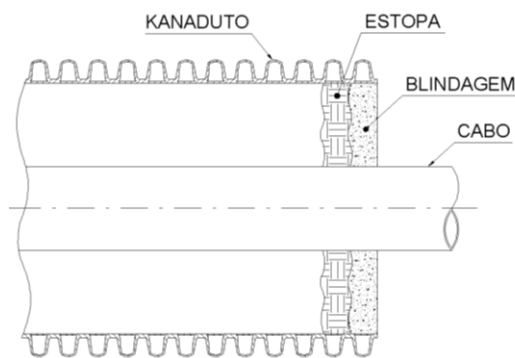

Figura 24
b) Preencher o espaço compreendido entre o cabo e o duto com uma camada de estopa, formando um anteparo, impedindo desta forma que o material aplicado posteriormente penetre para o interior do duto (Figura 24).